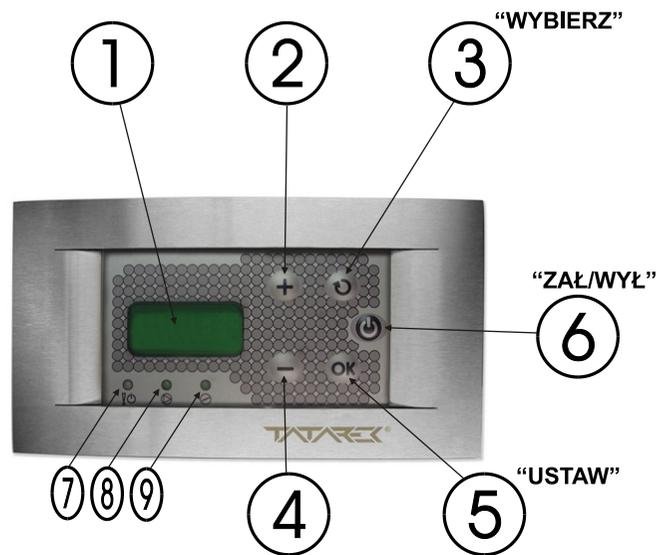

Abb. 2: Ansicht der Schalttafel
Auf der Schalttafel (Abb. 2) befinden sich die Kontrollelemente des Reglers. Im Zustand von Ausschaltung leuchtet sich nur die Orangenkontrolllampe von Wachenstand (7). Die Einschaltung des Reglers folgt nach dem Drücken von ZAŁ/WYŁ (6). Um den Regler auszuschalten, solle man die Taste ZAŁ/WYŁ (6) nochmals drücken und für ca. 1s festhalten. Im Fall von Speisespannungsschwund bringt der Regler automatisch den Zustand vor diesem Schwund zurück.